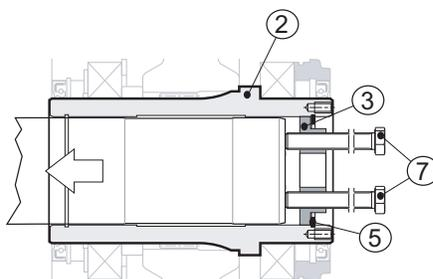

Fig. 17
Inserire nei due fori filettati presenti sul fondello (pos. 3) n° 2 viti (pos. 7), avvitarle fino ad appoggiarle all'albero della macchina (pos. 1), quindi continuare ad avvitarle in modo alternato, facendo al massimo un giro per volta (vedi Fig. 17 (pag. 26)).